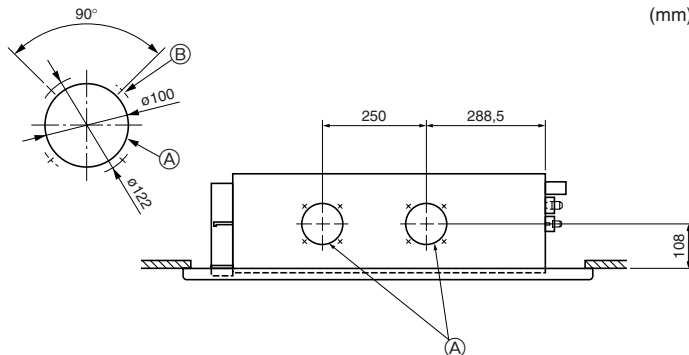

Fig. 2-10
2.5. Foro di ingresso dell'aria fresca (Fig. 2-10)